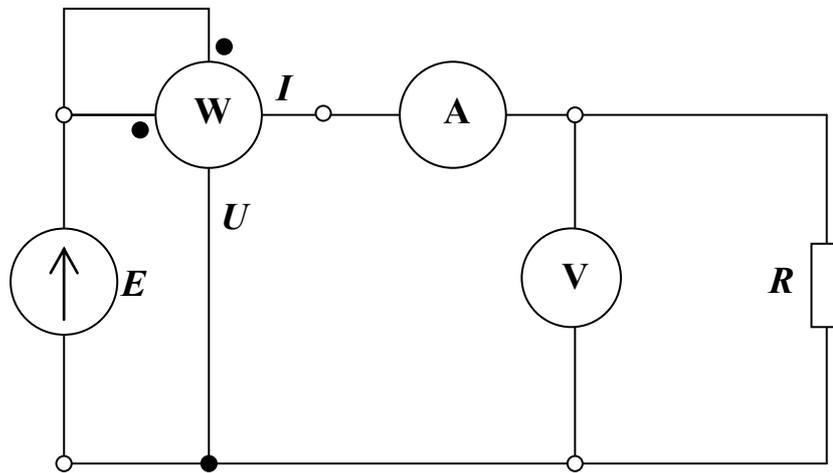

Рис. 4.2
2. Соберите цепь согласно схеме на рис. 4.2 и измерьте токи и мощности в резисторе при напряжениях, указанных в табл. 4.2.